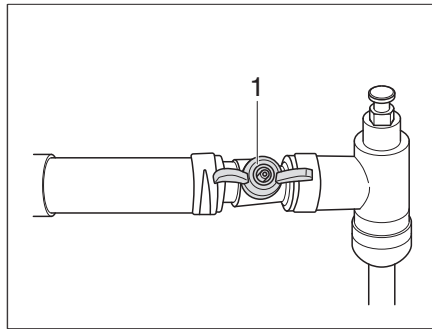

Fig. 295 Rubinetto Alde, aperto
*Chiudere il rubinetto:* ■ portare la leva del rubinetto (Fig. 295,1) in posizione perpendicolare alla tubazione.
*Aprire il rubinetto:* ■ portare la leva del rubinetto (Fig. 295,1) in posizione parallela alla tubazione.